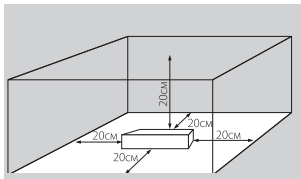

Рис. 4
- 4.2. Для естественной вентиляции обеспечьте свободное пространство вокруг источника питания не менее 20см, как изображено на Рис.4. При невозможности обеспечить свободное пространство используйте принудительную вентиляцию.